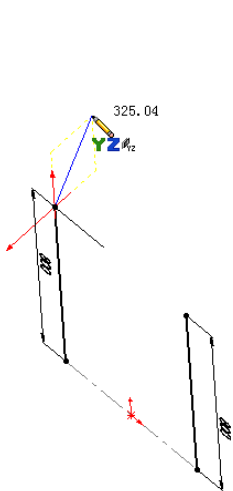
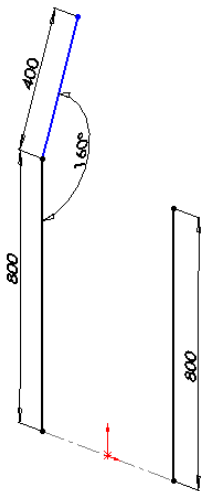
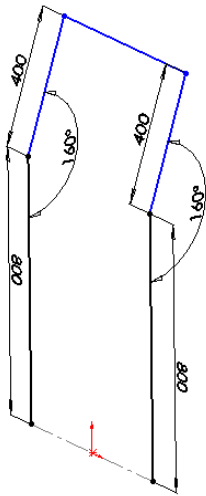

图 16-60 绘制倾斜直线
图 16-61 标注倾斜直线尺寸
图 16-62 绘制的 3D 直线
②按 Tab 键, 将坐标系切换为 YZ 坐标, 过图 16-60 所示的端点绘制直线, 标注智能尺寸, 如图 16-61 所示。继续绘制其他 3D 直线, 最后结果如图 16-62 所示。